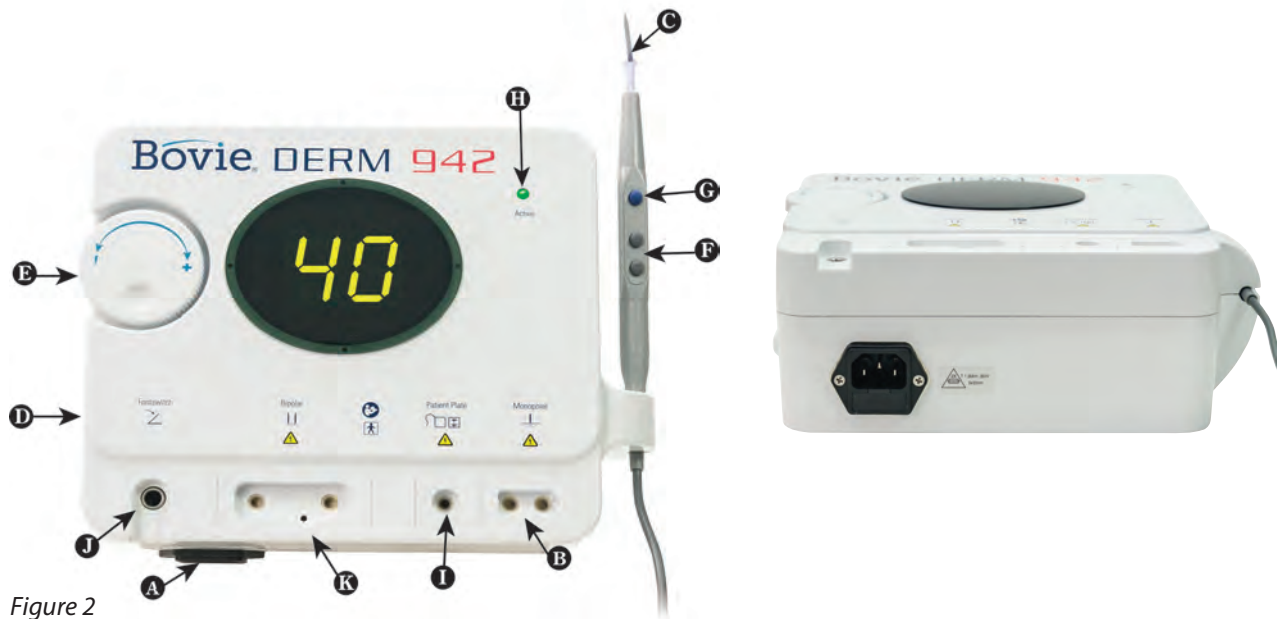

Figure 2
2. Brancher le bout „féminin” du câble d'alimentation à la base de l'appareil (voir fig. 2 et 3, lettre A).
4. La sortie monopolaire de la pièce à main se trouve dans la partie inférieure droite du côté devant de l'appareil (voir fig. 2 et 3, lettre B). L'embout de la pièce à main est fait de telle manière qu'on ne peut le brancher que d'une seule manière. Introduire l'embout de la pièce à main dans le connecteur de sortie situé dans la partie inférieure de l'appareil (voir fig. 2 et 3, lettre B). La pièce à main à trois boutons est conçue pour permettre au médecin de contrôler les réglages du niveau de la puissance de sortie par les doigts de sa main.
5. Glisser l'électrode standard à l'intérieur de la pièce à main jusqu'à ce qu'elle ne soit fixée d'une manière stable (voir fig. 2 et 3, lettre C).
7. Brancher l'appareil en utilisant le commutateur du côté gauche de l'appareil (voir fig. 2 et 3, lettre D).
8. Régler la puissance de sortie soit en utilisant le bouton tournant sur le côté devant de l'appareil (voir fig. 2 et 3, lettre E), soit par les boutons Haut et Bas de la pièce à main (voir fig. 2 et 3, lettre F). Lorsque le réglage du niveau de puissance s'effectue par la pièce à main, un signal sonore indiquera que le niveau de puissance a été modifié. Appuyer et maintenir les boutons Haut et Bas vous permettra de modifier plus rapidement les réglages du niveau de puissance, afin de régler plus rapidement la puissance de sortie. La puissance est affichée par pas de 0,1 W dans la gamme de 0,1 W à 10 W.
9. Pour activer l'appareil, retirer la pièce à main de son étui. Placer la pièce à main dans la position souhaitée et appuyer le bouton d'activation (voir fig. 2 et 3, lettre G). Lors de l'activation de l'appareil, un signal d'activation retentit et la diode bleue d'activation s'allume (voir fig. 2 et 3, lettre H).
10. Pour utiliser la plaquette de mise à la terre optionnelle au câble (A802EU), placer l'embout du câble dans le connecteur de sortie pour plaquette de mise à la terre (voir fig. 2 et 3, lettre I). puis connecter l'autre embout à
11. Pour utiliser un câble bipolaire optionnel (A827V), insérez les embouts dans les connecteurs bipolaires de sortie (voir fig. 2, lettre K). Puis le câble est branché aux pinces. Un seul accessoire monopolaire ou bipolaire peut être branché au connecteur de sortie ce qui ne permet pas à l'utilisateur d'utiliser les deux accessoires simultanément.
12. Le commutateur optionnel à pied (A803) est connecté au connecteur de sortie pour commutateur à pied et reste posé au sol (voir fig. 2 et 3, lettre J). Le commutateur à pied peut être utilisé lors des interventions monopolaires et il doit être utilisé lors des interventions bipolaires.